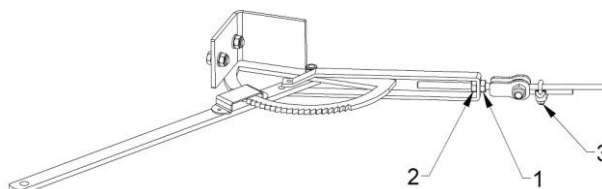

Bild.14 – Justering av parkeringsbroms
Med referens till Bild.14 så kan parkeringsbromsen justeras genom att lossa låsmuttern (pos.1) och öka förspänningen med justermuttern (pos.2). Om justermuttern skulle botten, så kan vajerlåset (pos.3) öppnas och vajern justeras efter.